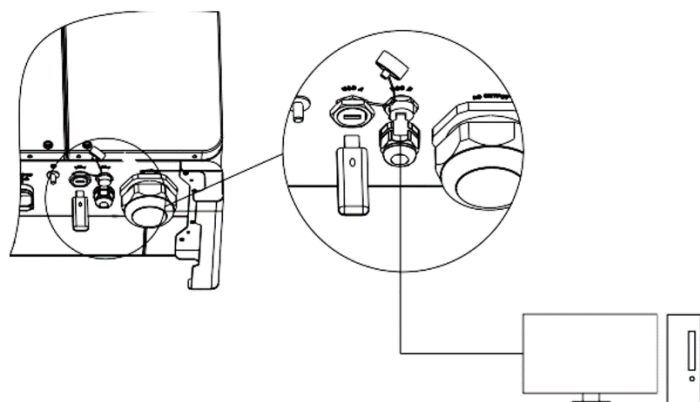

Abb. 6.8A
2. Stecken Sie, wie in Abbildung 6.8A dargestellt, den USB-zu-Wifi-Dongle in den USB_A-Anschluss bis die LED leuchtet.